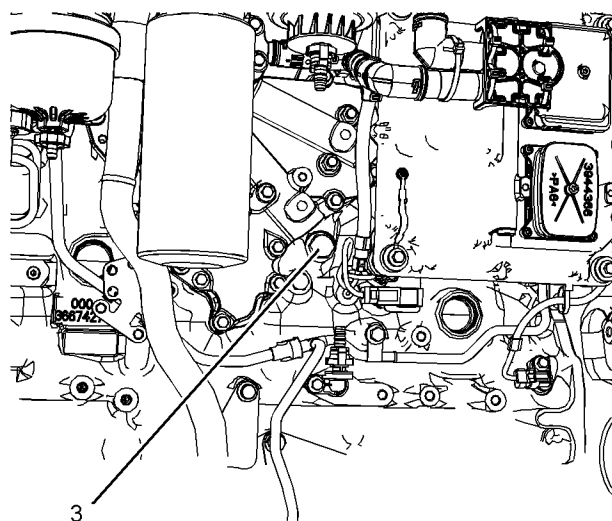

Ilustración 64
El refrigerante de cilindro se puede drenar del tapón por debajo del enfriador de aceite. Consulte la ilustración 64. Si el tapón de drenaje alternativo (3) se quita, el sello anular debe reemplazarse. Apriete el tapón de drenaje a un par de 35 N·m (25 lb-pie).